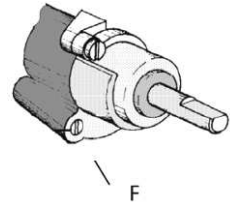

Fig. 3
e) *Einstellungen der Kleinstflamme (Abb. 3)*
- Bei einer Umstellung **von Flüssiggas auf Erdgas** die Kleinstellschraube **F (Abb. 3)** mit einem kleinen Schlitzschraubenzieher gegen den Uhrzeigersinn drehen, bis die gewünschte Flammenstärke eingestellt ist.
- Bei einer Umstellung **von Erdgas auf Flüssiggas** die Kleinstellschraube **F (Abb. 3)** mit einem kleinen Schlitzschraubenzieher im Uhrzeigersinn drehen, bis die gewünschte Flammenstärke eingestellt ist.